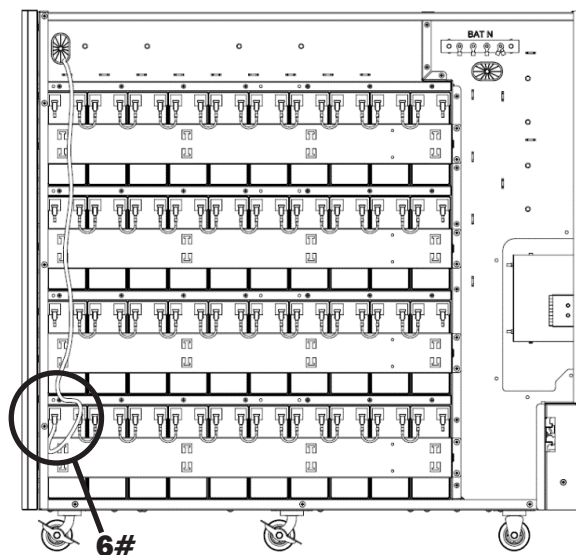

Figure 5-16B
22. Connecter la batterie 20- du groupe 1 à la barre du bus de la batterie - (BAT -) (Figure 5-16B).